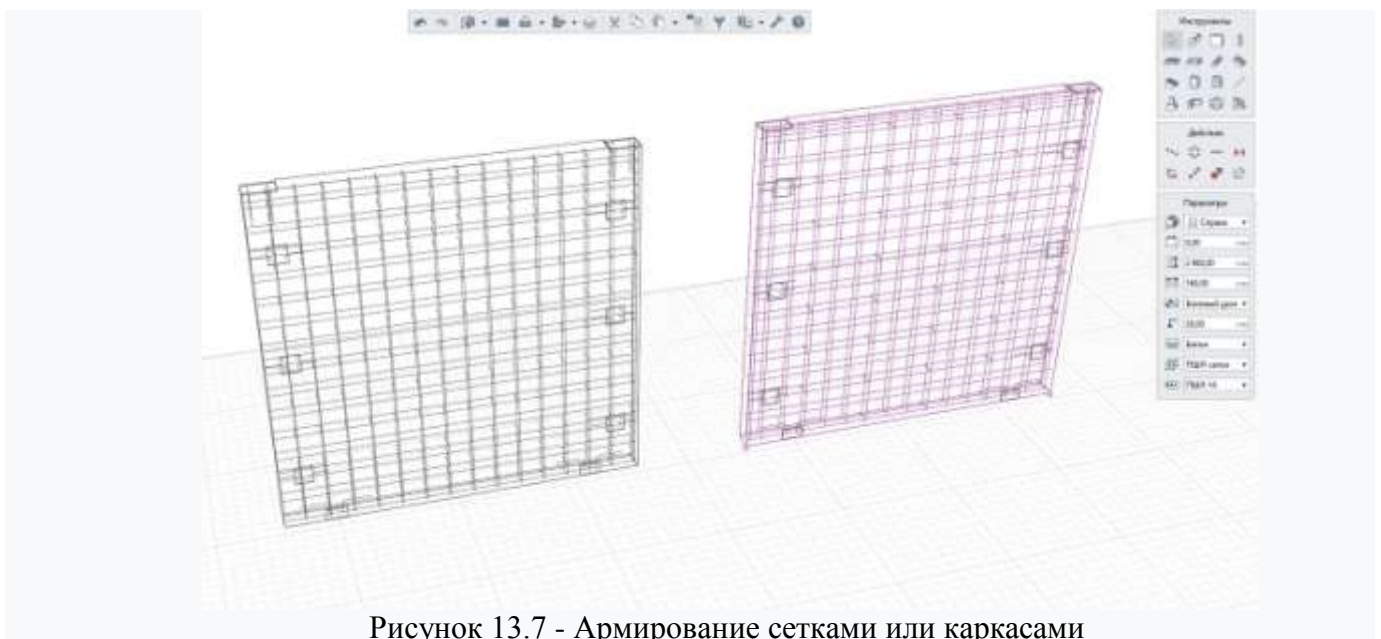

Рисунок 13.7 - Армирование сетками или каркасами
8. Для проемов предусмотрена автоматическая установка усиления сетками или каркасами (рис. 13.7)